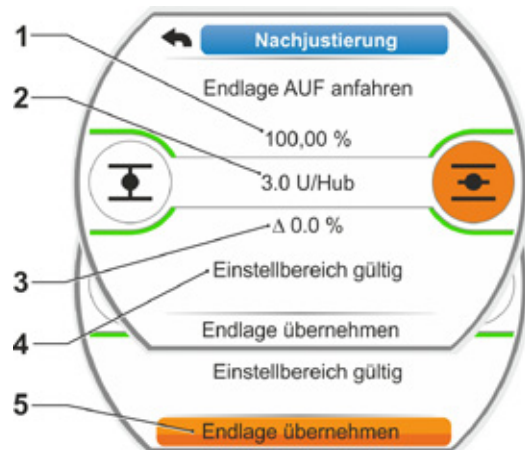

Abb. 3: Neue Endlagenposition anfahren und übernehmen
- prozentual die aktuelle Position innerhalb des Stellweges (Abb. 3, Pos. 1);
- Stellweg in Umdrehungen pro Hub ohne Berücksichtigung eines Zusatzgetriebes (Abb. 3, Pos. 2);
- die Meldung, ob der Einstellbereich gültig ist (Pos. 4). Bei gültigem Einstellbereich kann die Endlage übernommen werden (5).
7. Markierung auf „Endlage übernehmen“ stellen (Abb. 3, Pos. 5) und bestätigen. Eine Meldung bestätigt die erfolgreiche Nachjustierung (Abb. 4).